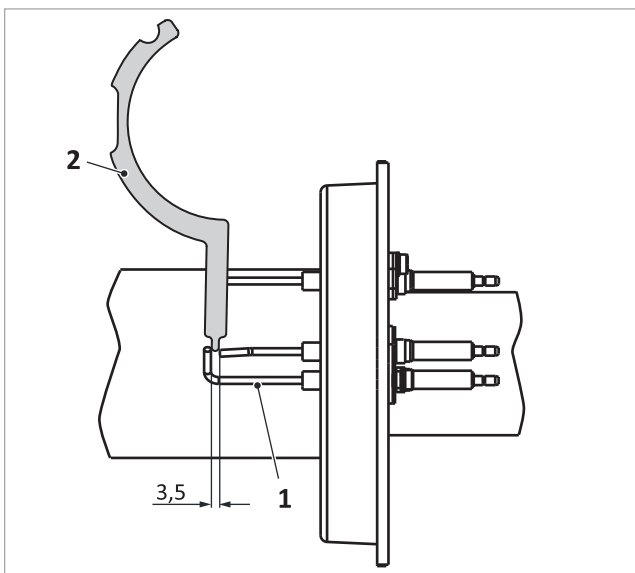

Fig. 114: Distancia entre electrodo a tierra y el electrodo de encendido
1. Compruebe la distancia entre los electrodos de ionización con un calibre de electrodos → fig. 114 (2) y si es necesario dóblelos cuidadosamente para corregirla.
- Electrodos entre sí → fig. 114 (1): 3,5 mm